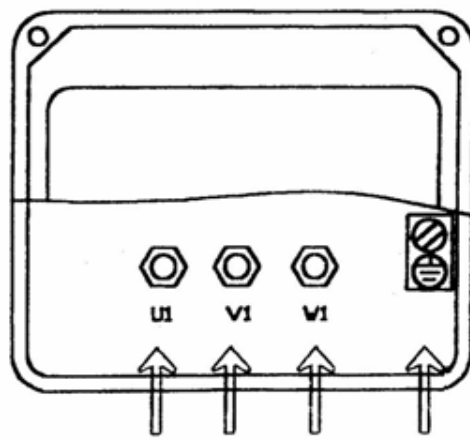

Рис. 2.5
(см. Рис. 2.5)
2.4.7.2 Установка двигателя гидравлического давления (см. Рис. 2.5): надлежащим образом установите двигатель и затяните винты, откройте соединительную коробку и подключите провода в соответствии с их номерами, закройте и затяните.
2.4.7.3 Установка основного двигателя (см. Рис. 2.5): надлежащим образом установите двигатель и затяните винты, откройте соединительную коробку и подключите провода в соответствии с их номерами, закройте и затяните.
2.4.7.4 Установка насоса СОЖ (Рис. 2.5): после установки двигателя и затяжки винтов, откройте соединительную коробку и подключите провода в соответствии с их номерами, закройте и затяните.